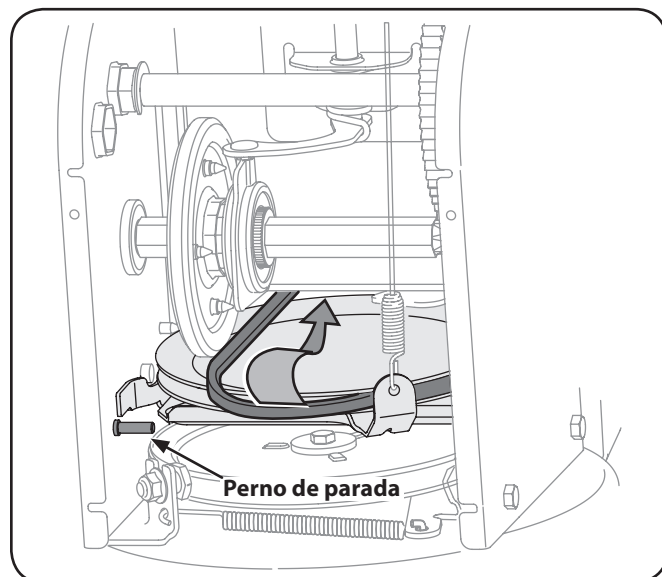

Figura 7-7
6. Volver a cabo el perno de tope para aumentar el espacio libre entre el disco de la rueda de fricción y rueda de fricción. Véase la Figura 7-7.
8. Vea la Figura 7-7. Retire y reemplace la correa en el orden inverso. Asegúrese de volver a instalar el perno de parada.